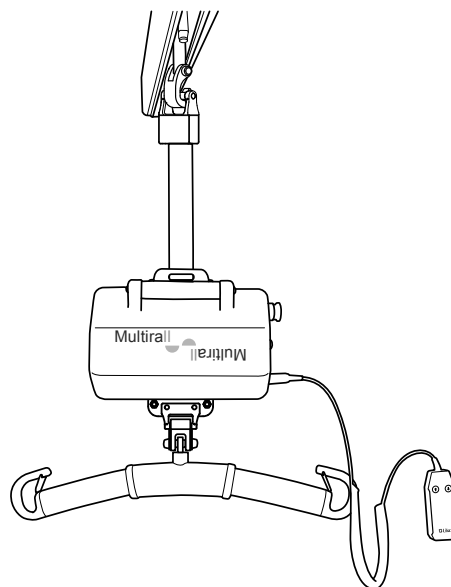

Fig. 2
- monteret med løftebåndet over løfteenheden (fig. 2).